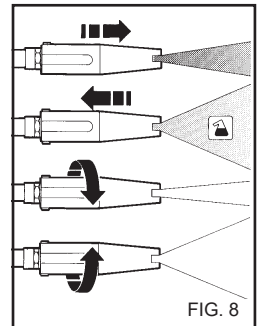

FIG. 8
**UTILIZAÇÃO DO BICO REGULÁVEL MULTIREG. (fig. 8)**